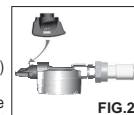

FIG.2
- La poignée est en position « fermée » (le dispositif régulateur est « OFF ») (ÉTEINT) lorsqu'un rectangle vert est visible sur la poignée. Voir Fig. 2)